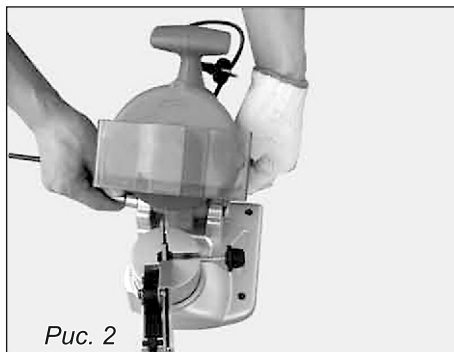

Рис. 2
- Расположите станок на рабочем столе (рис. 2). Разметьте на поверхности стола положение крепежных отверстий. Просверлите отверстия  $d=8$  мм. Прикрепите станок к рабочему столу через два крепежных отверстия в основании 3.